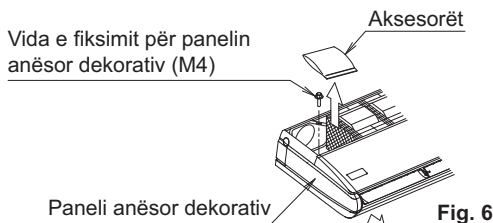

Fig. 6
- Hiqni vidën e fiksimit të panelit anësor dekorativ (një për çdo anë), dhe tërhiqeni përpara për ta hequr (drejtimi i shigjetës). (Shihni fig. 6)
- Nxirrni jashtë aksesoret. (Shihni fig. 6)
- Hapni vrimën në anën e hyrjes së kablllos në pjesën e pasme ose të sipërme dhe vendosni manikotën plastike të dërguar (10).